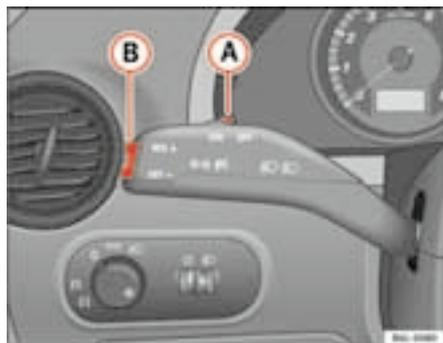

Fig. 104 Palanca de intermitentes y de luz de carretera: mando y tecla basculante para el regulador de velocidad
- Cuando se haya alcanzado la velocidad que se quiere programar, pulse brevemente la parte inferior de la tecla basculante **SET** ⇒ fig. 104 **B** una vez.